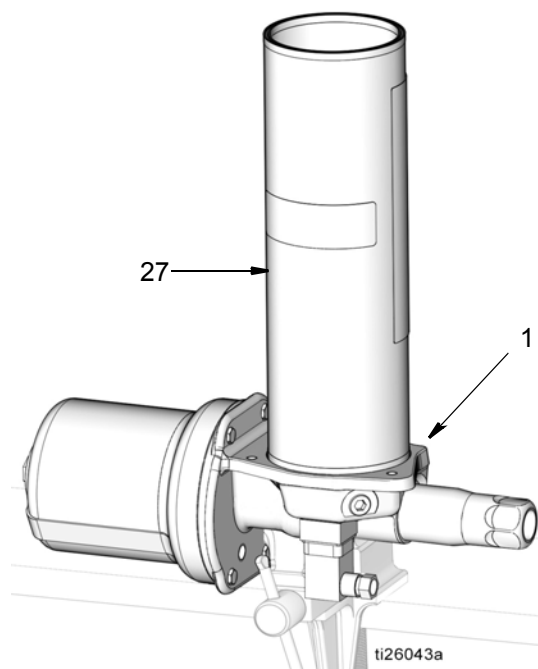

FIG. 57
11. Monte el depósito (27) en la base de la bomba (1) (FIG. 57).